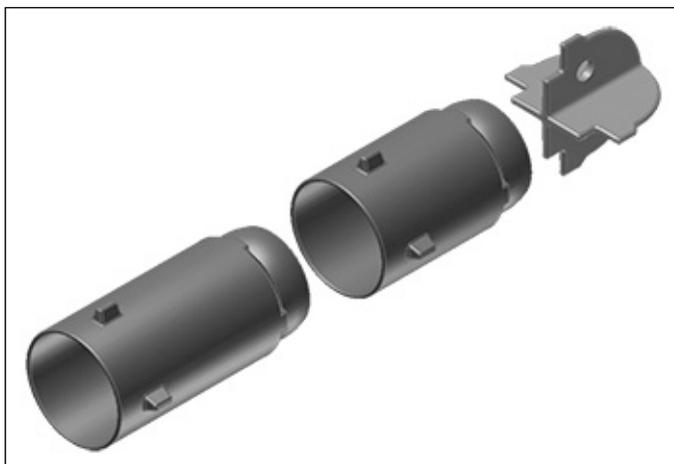

Abbildung 3.9
4. Installieren Sie die inneren Keramikabschnitte. Die benötigte Anzahl an kurzen (185 mm) und langen (235 mm) inneren Rohrabschnitten kann Tabelle 3.1 entnommen werden. Führen Sie beginnend am Endabschnitt einen inneren Rohrabschnitt nach dem anderen ein und schieben Sie sie bis zum Ende des Außenrohrs. Stellen Sie sicher, dass die inneren Rohrabschnitte vollständig in das Außenrohr eingeschoben sind. Wenn sie nicht vollständig eingeführt sind, kann der Brenner nicht ordnungsgemäß betrieben werden und Beschädigungen sind möglich. Siehe Abbildung 3.9.
1. Richten Sie das Außenrohr horizontal aus und installieren Sie die inneren Keramikabschnitte. Die benötigte Anzahl an kurzen (185 mm) und langen (235 mm) inneren Rohrabschnitten kann Tabelle 3.1 entnommen werden. Führen Sie beginnend am Endabschnitt einen inneren Rohrabschnitt nach dem anderen ein und schieben Sie sie bis zum Ende des Außenrohrs. Stellen Sie sicher, dass die inneren Rohrabschnitte bis an das Ende des Rohrs durchgeschoben sind. Wenn sie nicht vollständig eingeführt sind, kann der Brenner nicht ordnungsgemäß betrieben werden und Beschädigungen sind möglich. Siehe Abbildung 3.9.